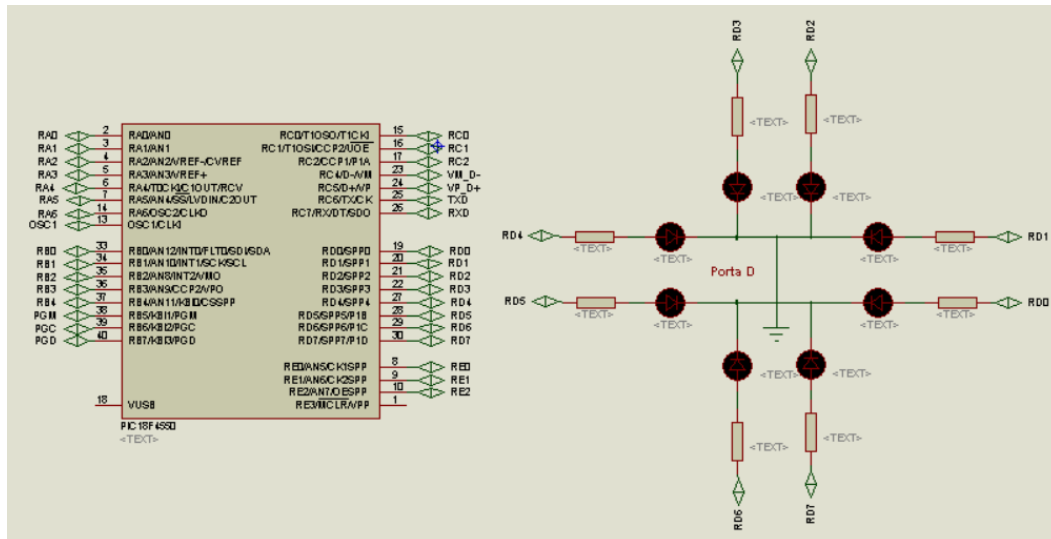

Figura 1: Rotação de Leds na Porta D
1. A Figura 1 deve ser usada para resolver os itens (a), (b) e (c).